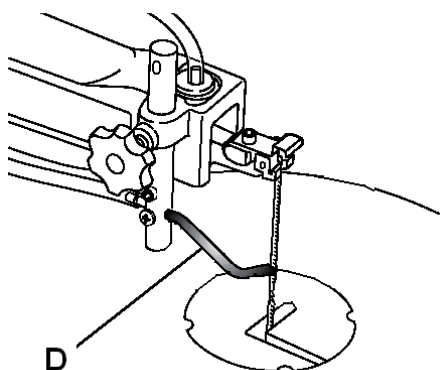

Рис. 3
- Установите вентилятор опилок (D, рис. 3) и направьте его на зону пиления.